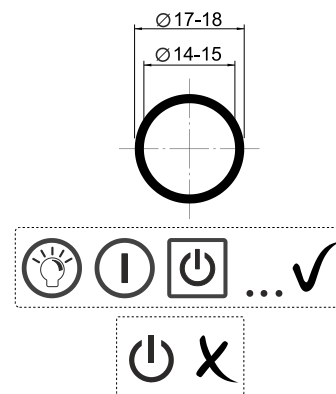

Рис. 3
- Снимите отражающий слой с задней стенки зеркала на месте установки сенсора. Ориентировочные размеры указаны на Рис. 3. Рисунок может иметь как форму окружности, так и прямоугольную форму. Примеры рисунков показаны на Рис. 3.